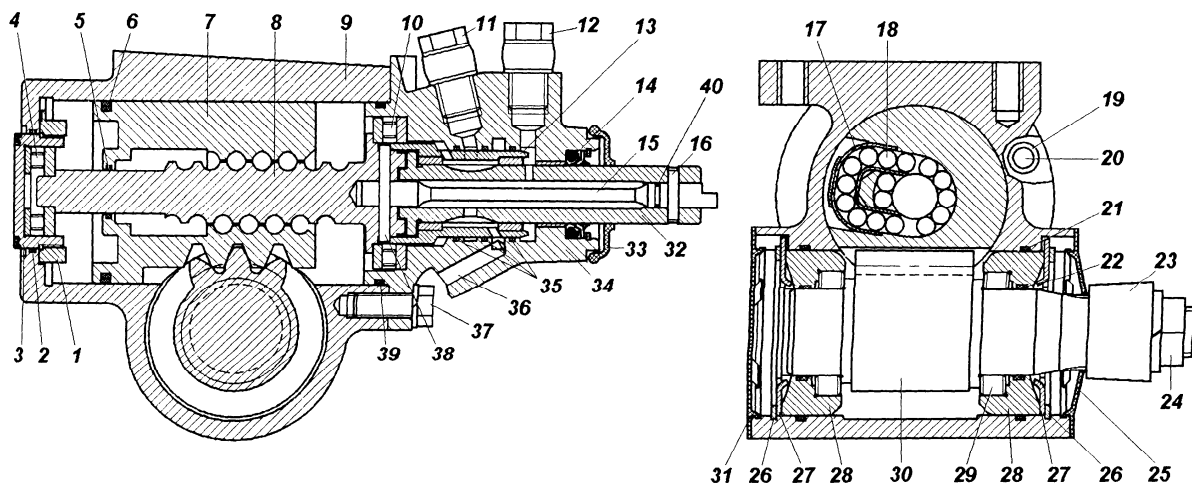
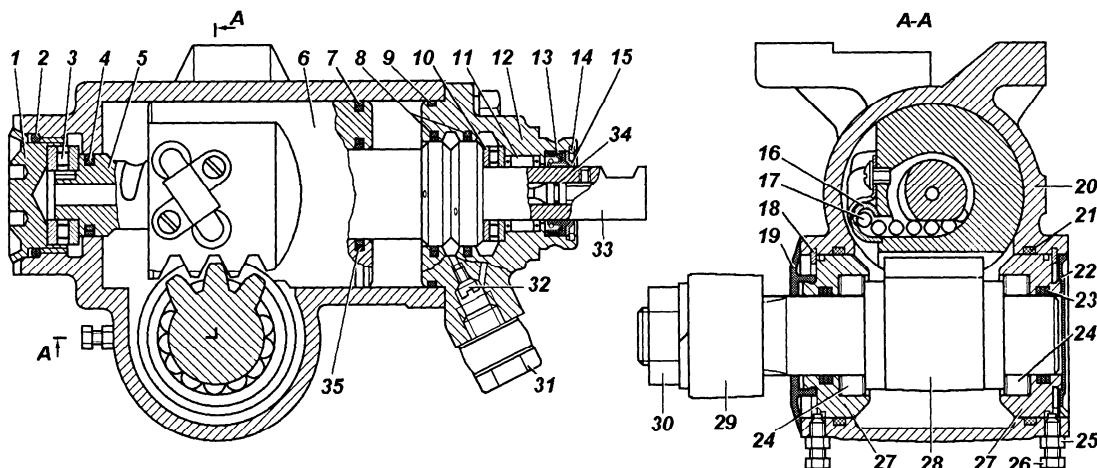

Рис. 12.3. Рулевой механизм с гидроусилителем (31601-3400011-01):
Рис. 12.4. Рулевой механизм с гидроусилителем (31601-3400011-20) (вариантное исполнение):
1. Закрепите рулевой механизм в тисках так, чтобы нагнетательное и сливное отверстия (отверстия под штуцеры) были внизу. Поворачивая вручную ротор 32 (рис. 12.3) или вал-золотник 33 (рис. 12.4), слейте масло из механизма.
2. Слегка нажмите рукой на ротор или вал-золотник вдоль оси и покачайте сошку 23 (см. рис. 12.3) или 29 (см. рис. 12.4). Если при этом ощущается осевое перемещение ротора или вала-золотника, выполните регулировку натяга упорных подшипников 4 и 10 (см. рис. 12.3) или 3 и 10 (см. рис. 12.4):
- с помощью бороздка и молотка осторожно, не применяя чрезмерно сильных ударов, выправьте буртик стакана 3 (см. рис. 12.3) или регулировочной гайки 1 (см. рис. 12.4), закерненный в пазы стенки картера;